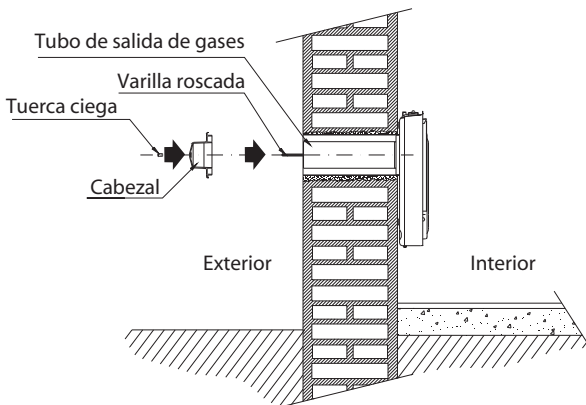

Fig. 14
- Desde el exterior, inserte el accesorio verificando que la varilla roscada pase por el agujero central del Cabezal, conectando luego los tubos de salida de gases y de entrada de aire (Fig. 14). Coloque la tuerca ciega en la varilla roscada y ajústela a fondo con un destornillador.